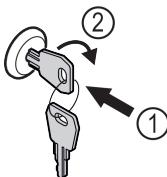

Fig. 58 Príklad zobrazenia
- Zatlačte klúč Fig. 58 (1).
- Otočte klúč o 90° v smere hodinových ručičiek Fig. 58 (2).